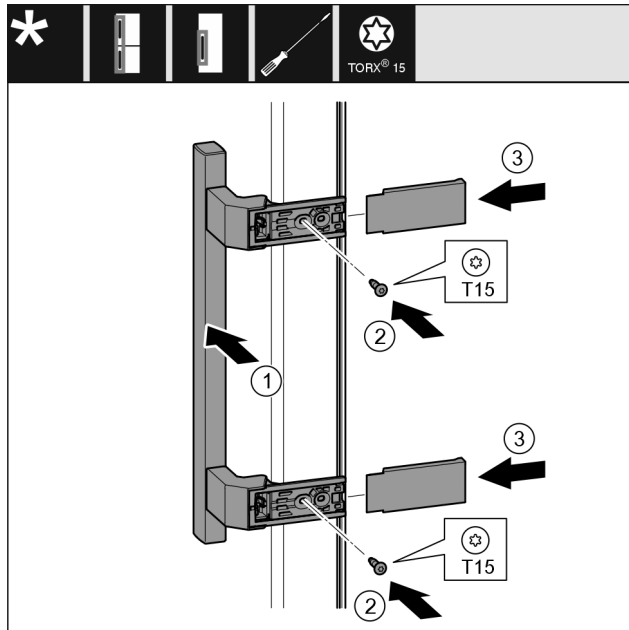

Fig. 21
- Påsæt grebet Fig. 21 (1) på den modsatte side.
- Skru skruerne Fig. 21 (2) fast med en skruetrækker.
- Påsæt afdækningerne Fig. 21 (3) på siden, og skub dem på plads.